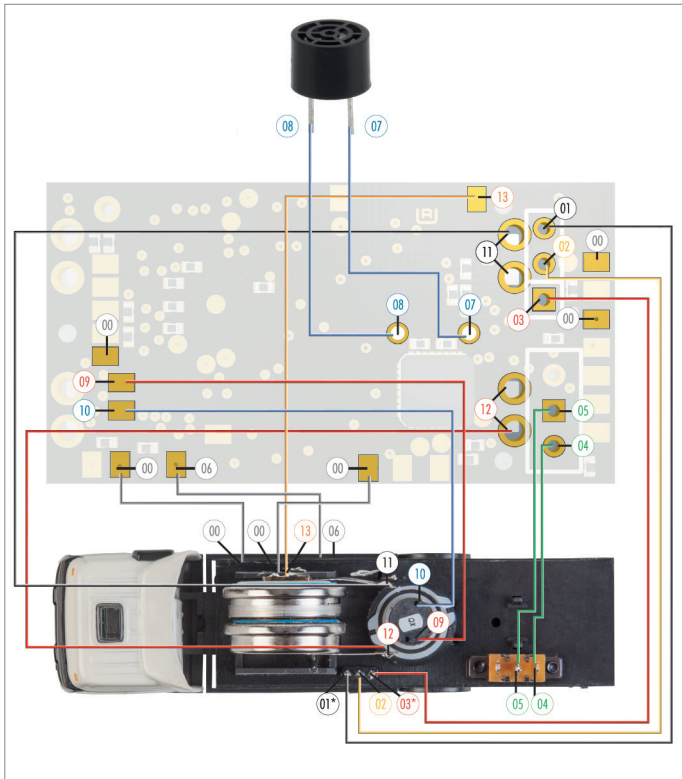

Abb. 41: Anschlusschema, Typ LKW-Modell
***HINWEIS:** Beachten Sie den zuvor von Ihnen definierten und markierten "+" (Plus)-Pol der Ladebuchse und verbinden Sie diesen mit dem Anschluss "03" der Umrüstplatte. Im Anschlusschema Abb. 41 sind "01" und "03" fahrzeugseitig lediglich Beispielbelegungen. S.a. Kap. "Fahrzeug umrüsten".